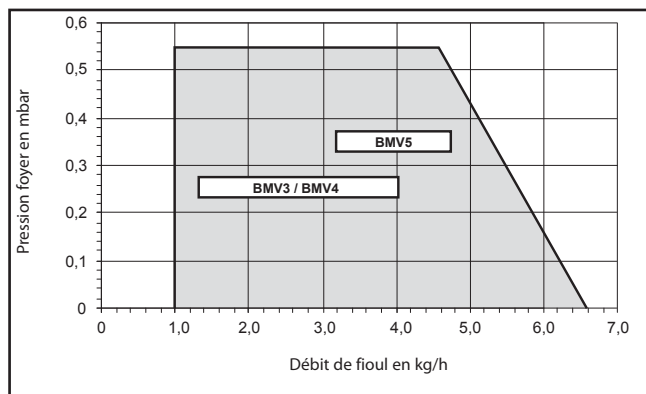

Figure 4
- Le graphique montre la pression foyer admissible en fonction du débit de fioul (Cf. fig. 4).